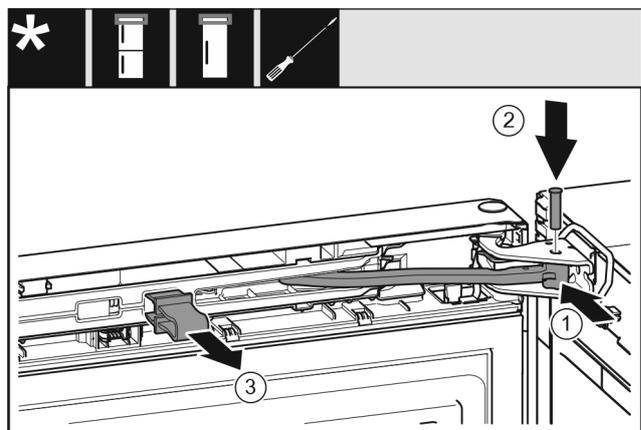

Fig. 52
- ▶ Поверните шарнир Fig. 52 (1) в опорном кронштейне.
- ▶ Вставьте палец Fig. 52 (2) в опорный кронштейн и шарнир. При этом проследите за тем, чтобы выступ фиксатора занимал правильное положение в пазу.
- ▶ Снимите предохранитель Fig. 52 (3).